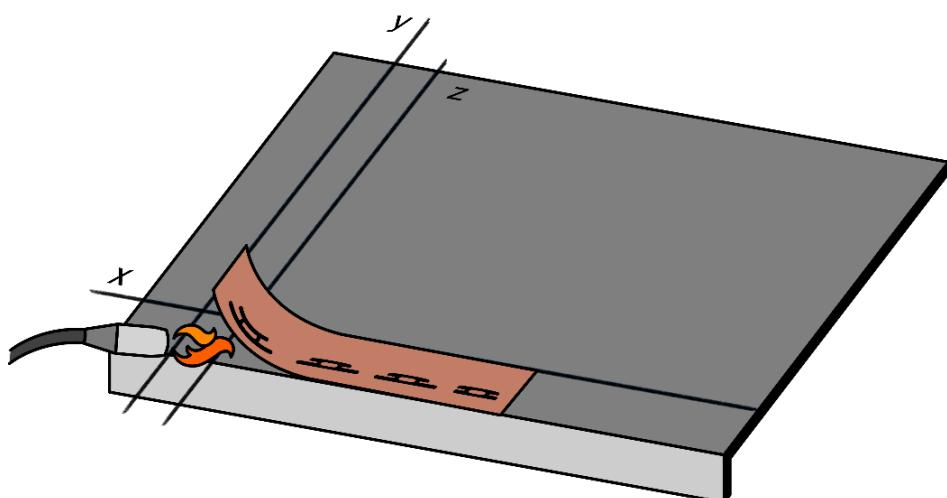

Fig. 16 - Installazione fila di partenza a fiamma
- Fissare le tegole della fila di partenza alla membrana usando la fiamma del cannello e sollevando un lato per volta della tegola con apposito strumento. Orientare la fiamma verso la membrana, in modo da portare a fusione solo quest'ultima. La parte retrostante della tegola sarà portata solo in temperatura - vedi Fig. 16. Abbassare quindi la tegola canadese e premere la stessa (ad esempio facendo pressione con un piede), per aiutare la compenetrazione dei bitumi dei due elementi: tegola e membrana.